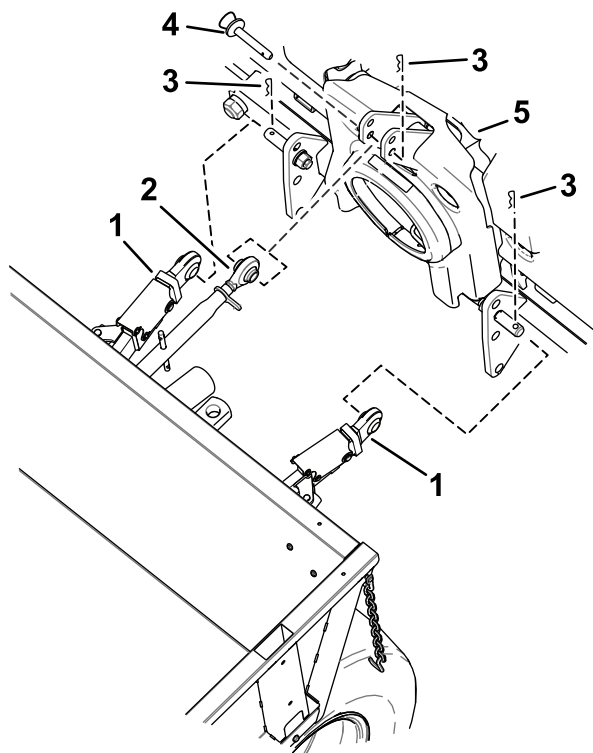

Figura 29
1. Mueva la máquina lentamente marcha atrás y alinee los brazos de tiro con las conexiones inferiores del apero (Figura 29).
2. Sujete los brazos de tiro al apero (Figura 29).
3. Posicione el brazo superior junto a la conexión superior del apero (Figura 29).
4. Sujete el brazo superior al apero (Figura 29).
4. Desconecte el brazo superior del apero (Figura 29).
5. Desconecte los brazos de tiro del apero (Figura 29).